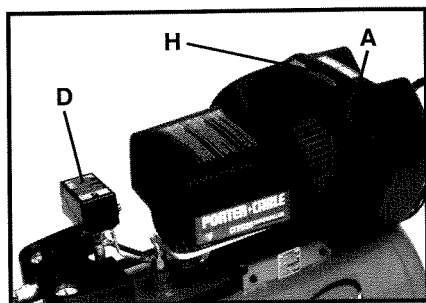

Fig. 1
Bomba del compresor de aire (A), Fig. 1: Para comprimir aire, el pistón se mueve hacia arriba y hacia abajo en los cilindros. En cada carrera hacia abajo se absorbe aire a través de las válvulas de admisión. Las válvulas de salida permanecen cerradas. En la carrera del pistón hacia arriba, se comprime el aire. Las válvulas de admisión se cierran y se hace salir el aire comprimido por las válvulas de salida.
Conmutador activado por presión prefijada (D), Fig. 1: El conmutador activado por presión prefijada arranca el motor automáticamente cuando la presión del tanque desciende por debajo de la presión de "conexión" establecida en fábrica y detiene el motor cuando la presión del tanque de aire alcanza la presión de "desconexión" establecida en fábrica.
Filtro de entrada de aire (H), Fig. 1: Este filtro está diseñado para limpiar el aire que entra en la bomba. Este filtro siempre debe estar limpio y no tener obstrucciones. Gire los dos tornillos de retención de la tapa en sentido contrario al de las agujas del reloj para quitar y dejar al descubierto el elemento del filtro.